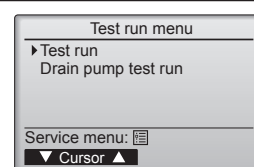

Fig. 8-2
- (2) Välj "Test run" (Testkörning) från menyn Testkörning och tryck på [VÄLJ]. (Fig. 8-2)
- (3) Testkörningen startas och skärmbilden Testkörning visas.